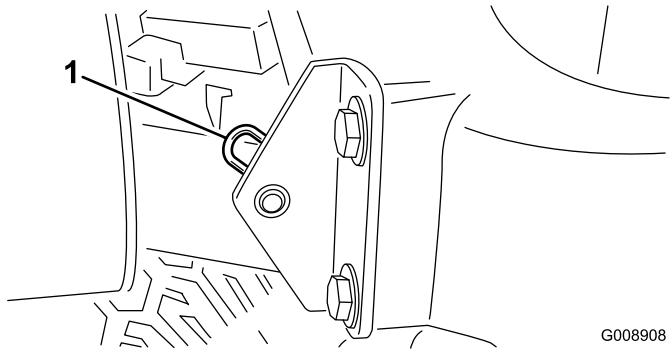

図 39
2. フードのピボット部をブラケットに固定しているヘアピンコッターを抜き取る 図 39。